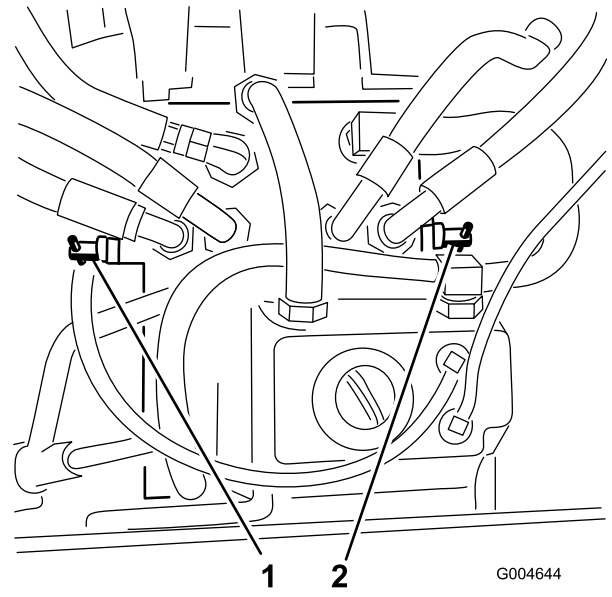

図 38
3. 各バイパス・バルブを左回りに1回転させる（図 38）。
各バイパス・バルブを右回りに1回転させ、手で普通に締めてください（締め付けトルクで約  $8 \text{ N}\cdot\text{m}$  ( $0.8 \text{ kg}\cdot\text{m}$ )）（図 38）。